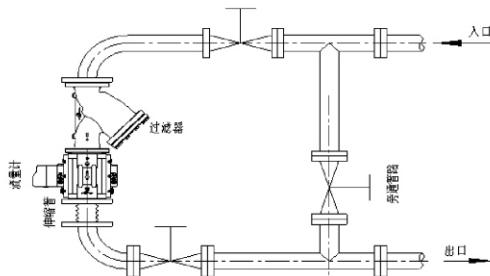

图5垂直安装
- a) 垂直安装(见图5): 当垂直安装时, 气体进口端须在上方, 气流由上向下流动, 即上进下出。本公司建议用户尽可能采用垂直安装方式, 这样安装有助于转子对脏物的自洁能力。